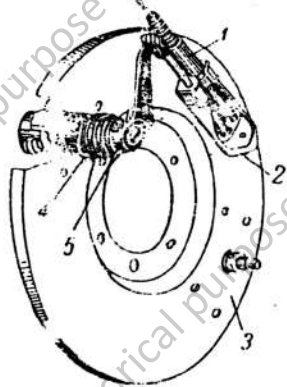

Рис. 46. Привод к переднему тормозу:
ние свернуто в коробки 2 (рис. 46), укрепленные на опорных тормозных дисках 3.
5. По мере надобности смазывать тросы к передним тормозам солидолом, для чего отъединить оболочку троса от рамы и вывернуть ее наконечник из коробки 2 (рис. 46).